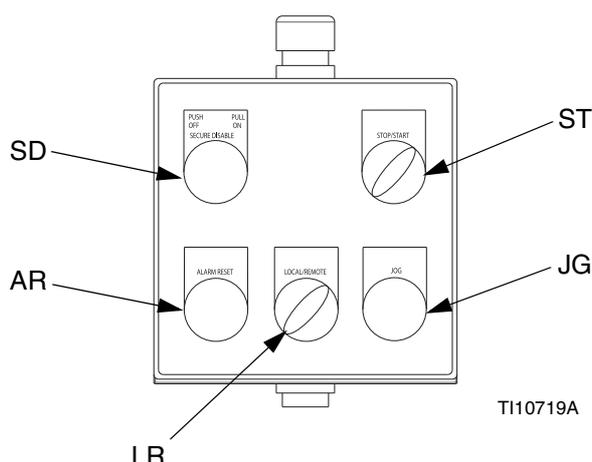

FIG. 5: Caixa de controle local
A caixa de controle possui cinco controles. Consulte FIG. 5.
1. Coloque o interruptor START/STOP (ST) em STOP. Consulte FIG. 5.
2. Empurre o interruptor de desativação segura (SD).
3. Abra o regulador de contrapressão (U) e todas as válvulas de drenagem de fluido no sistema, tendo um recipiente de descarte pronto para coletar os resíduos drenados. Deixe aberto até que esteja pronto para pressurizar o sistema novamente.
3. Coloque o interruptor START/STOP (ST) em STOP. Consulte FIG. 5.
2. Utilize o VFD para colocar o motor em fluxo baixo (cerca de 15 Hz). Ajuste conforme necessário. Consulte o manual do VFD 311596 para um ajuste de fluxo específico. Consulte FIG. 5.
3. Empurre o interruptor de desativação segura (SD). Consulte FIG. 5.
4. Coloque o interruptor START/STOP (ST) em STOP. Consulte FIG. 5.
5. Puxe o interruptor de DESATIVAÇÃO SEGURA (SD) para fora para desengatar. Consulte FIG. 5.
7. Acione o interruptor de PARTIDA/PARADA (ST) para PARTIR. A velocidade vai aumentar; não é uma mudança imediata. Consulte a FIG. 5.